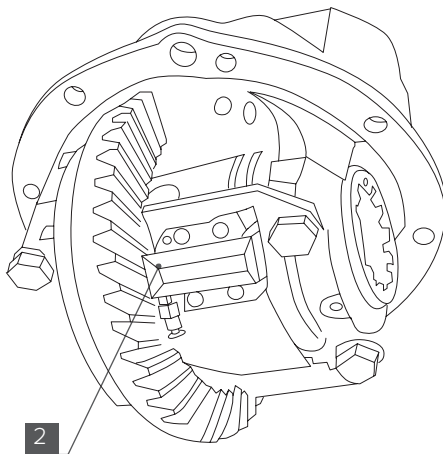

Рис. 4
9. Установите пневматический привод в сборе с пластиной крепления актуатора [2] под болты крепления бугеля согласно (Рис. 4).